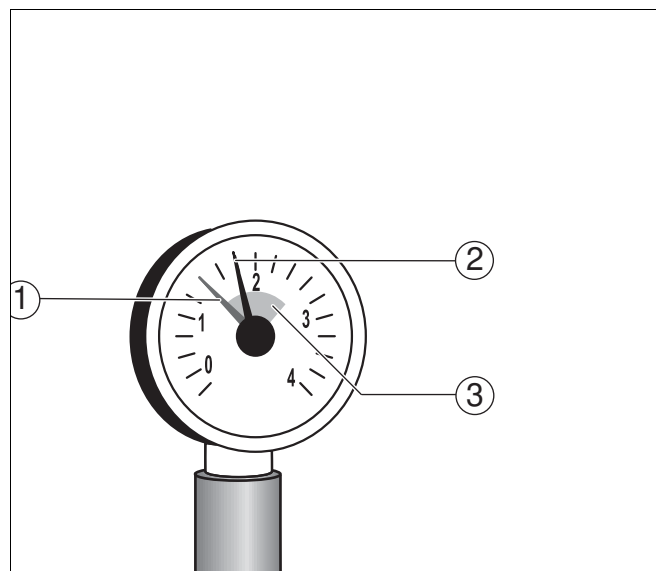

Рис. 21 Манометр для закрытых отопительных установок
- Красную стрелку (Рис. 21, поз. 1) манометра отопительной установки поставить на необходимое минимальное давление 1 бар.